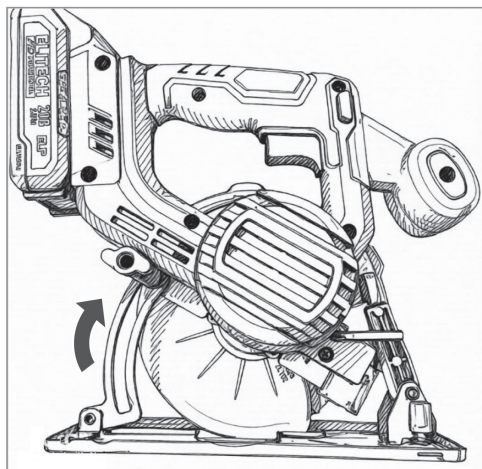

Рис. 9
- Передвижением пилы относительно опорной платформы вверх или вниз (рис. 9) отрегулируйте необходимую глубину пропила.